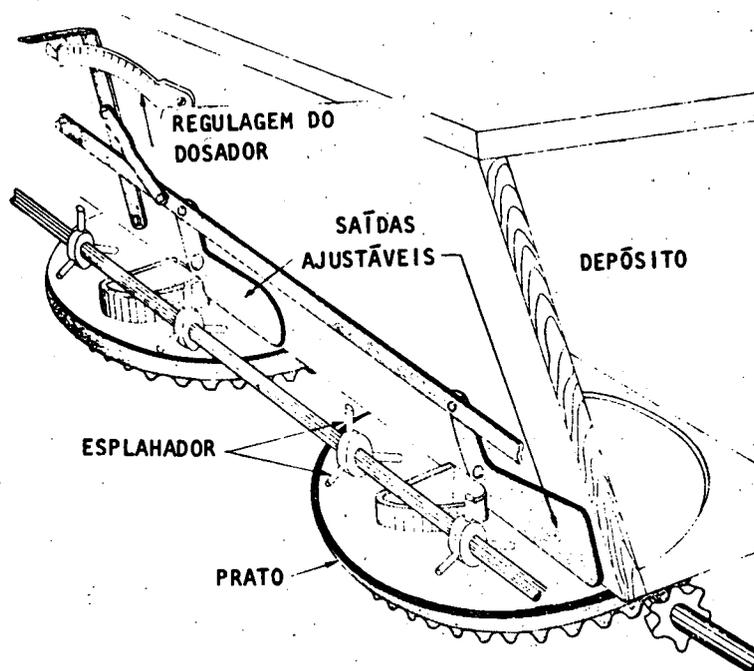

Fig. 7
*Mandos.* As aberturas são comandadas por uma ou mais alavancas que se movem sobre quadrantes graduados, (figs. 7 e 8). No caso da figura 8, a mesma alavanca também permite interromper a saída do produto nas cabeceiras da área.